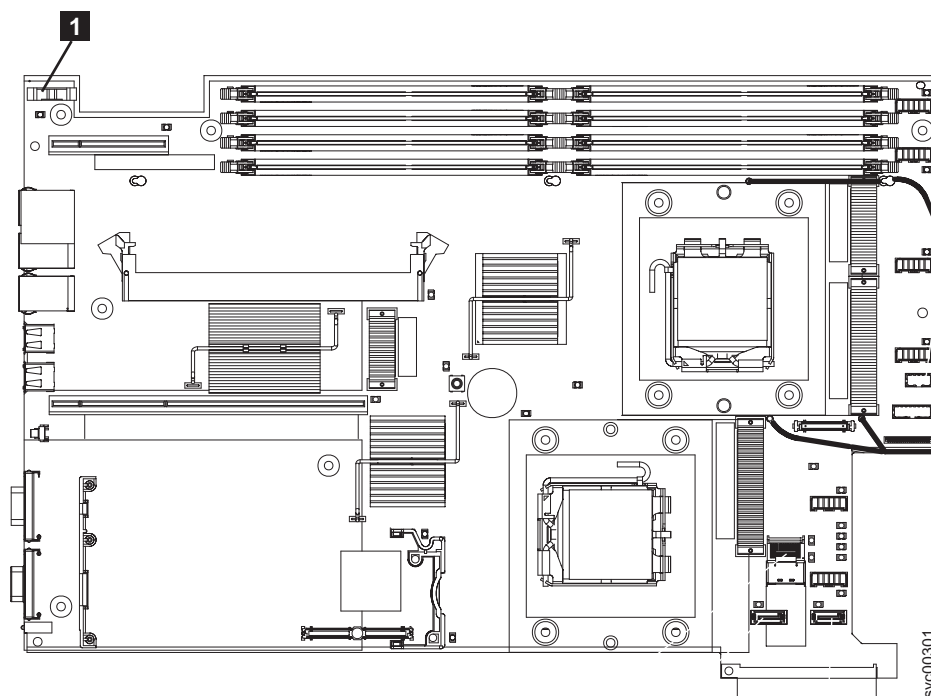

図 114. SAN ボリューム・コントローラー 2145-8G4 CMOS バッテリー・ホルダーの位置
2. システム・ボード上のバッテリーを見つけます。図 114 には、バッテリーの位置 (1) が記載してあります。